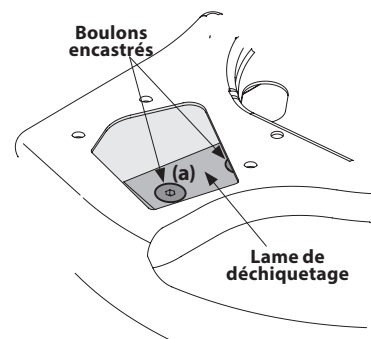

Figure 24
- Retirez les quatre vis (a) qui fixent la lame de déchetage à la turbine avec une clé Allen de 3/16 pouce. Ces vis sont accessibles à partir de l'ouverture qui est dégagée après avoir enlevé la trémie d'alimentation. Voir Figure 24.